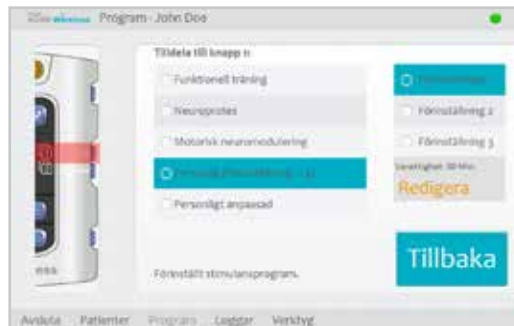

Bild 8-32: Fönstret Tilldela till knapp 1
2. Fönstret Tilldela till knapp 1 öppnas. Se bild 8-32.